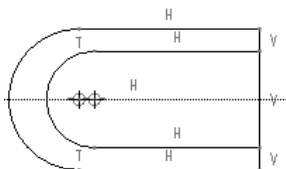
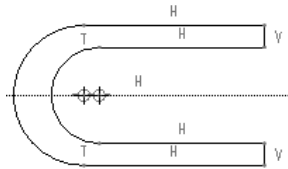

图 4.18.4 绘制直线
图 4.18.5 编辑草图
Step4. 选择下拉菜单 草绘(S)  线(L)  线(L) 命令，绘制图 4.18.4 所示的直线。
Step2. 分别单击图 4.18.4 所示的图元中要去掉的部分, 修剪后的图形如图 4.18.5 所示。